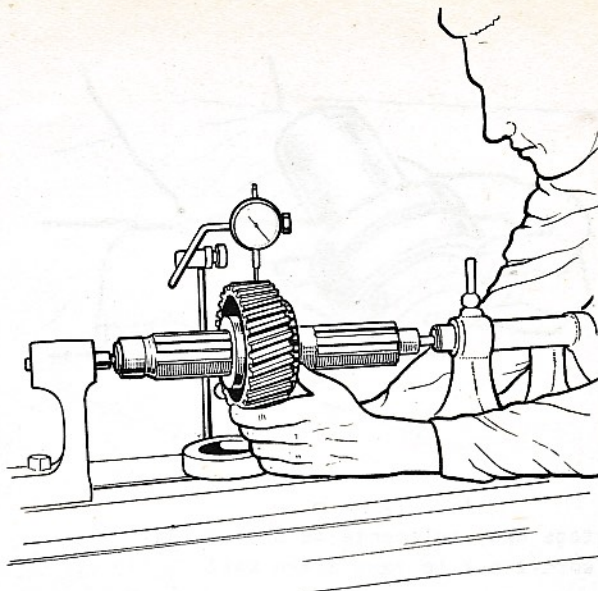

Fig. 19
- * A l'aide d'un montage entre-pointes (machine-outil) fig.19, vérifier le jeu diamétral du pignon AR.AR.